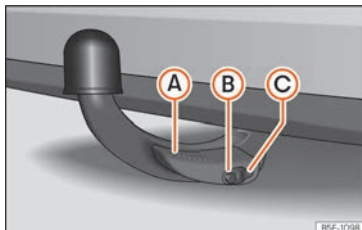

Fig. 268 Gancho de remolque fijado correctamente
- La palanca **A** está arriba >>> **fig. 268**.
- La parte roja y verde del perno de desbloqueo **B** es completamente visible >>> **fig. 268**.
- La tapa **C** está sobre la cerradura >>> **fig. 268**.
- Al liberar el gancho de remolque, para evitar pillarse los dedos, se recomienda mantener las manos retiradas de la palanca **A** >>> **fig. 268**.